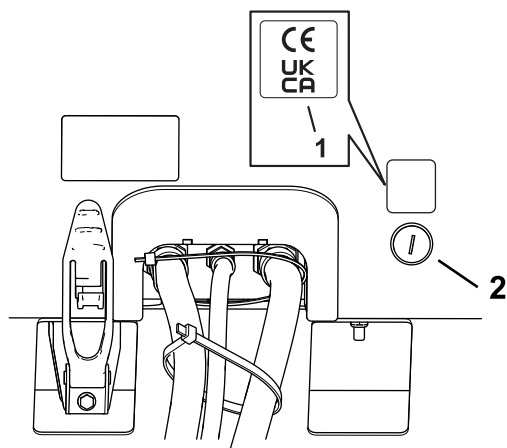

Figura 6
1. Utilizzate alcol etilico e un panno pulito per ripulire l'area del cofano accanto al blocco del cofano e lasciate asciugare il cofano (Figura 6).